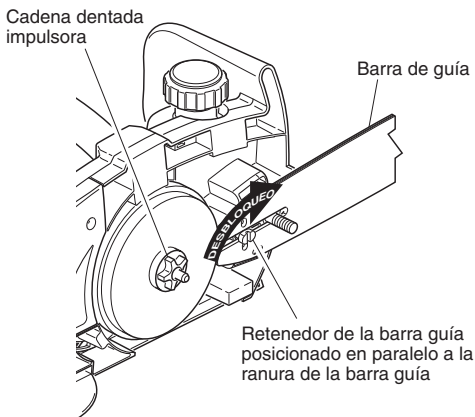

Figura 4 - Desbloqueo del retenedor de la barra guía
3. Gire el retenedor de la barra guía de manera que esté posicionada en paralelo a la ranura de la barra guía (vea la Figura 4).
4. Instale la barra guía sobre el cuerpo de la sierra. Monte la ranura central de la barra guía sobre la tuerca y el retenedor de la barra guía. **Nota:** Asegúrese que el cabezal del retenedor de la barra guía se deslice por la ranura de la barra guía como se muestra en la Figura 4.